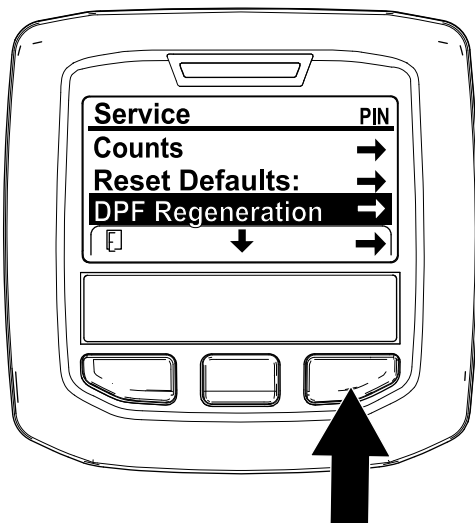

Figura 42
1. Aceda ao menu de manutenção, pressione o botão central para se deslocar para a opção REGENERAÇÃO DO DPF (Figura 42).
2. Pressione o botão direito para seleccionar a entrada Regeneração do DPF (Figura 42).